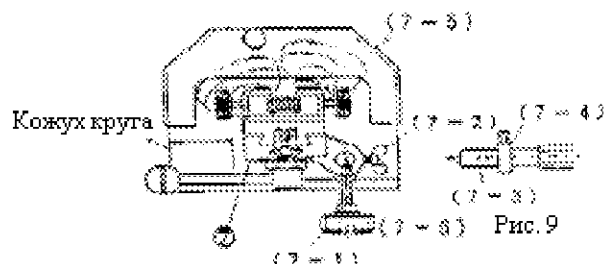

Рис. 9
4. Сборка приспособления для заточки (см. Рис.9).